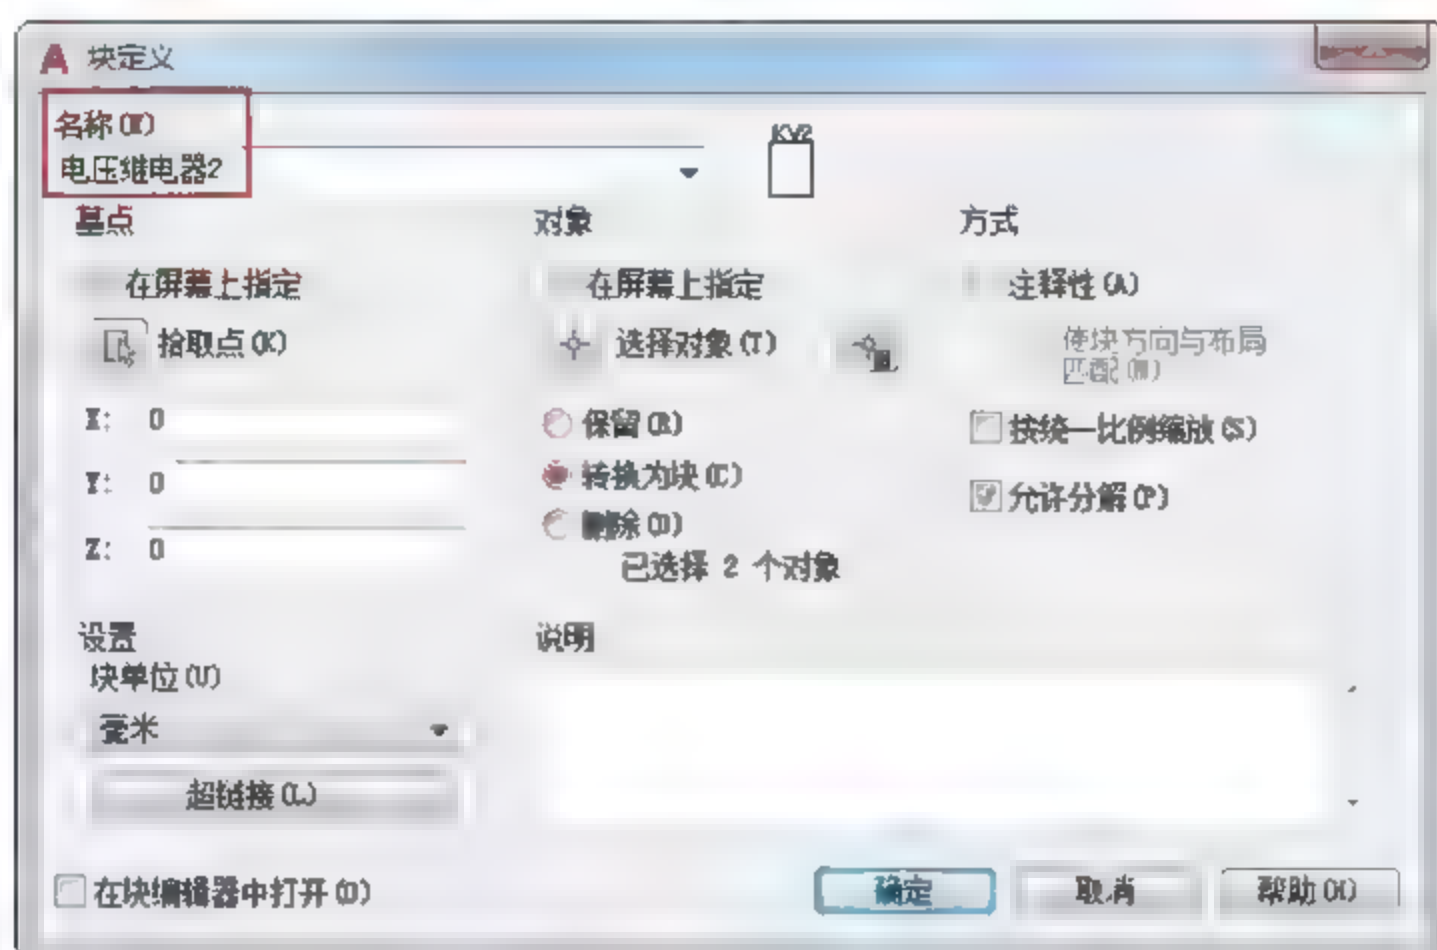

图9-55 【块定义】对话框
- 04 选择菜单【绘图】|【块】|【创建】命令，选择绘制好的元器件符号，指定基点，在【块定义】对话框中将其命名为【电压继电器2】，如图9-55所示。